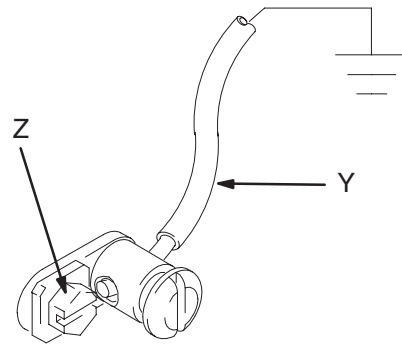

Fig. 1
- **Bomba:** utilice un cable con conexión a tierra y una abrazadera, tal como se indica la Fig. 1.
Utilice un cable y una abrazadera de conexión a tierra. Vea la Fig. 1. Retire el tornillo de conexión a tierra (Z) e introduzca a través del terminal anular situado en el extremo del cable de conexión a tierra (Y). Vuelva a colocar el tornillo de conexión a tierra en la bomba y apriételo firmemente. Conecte el otro extremo del cable a una tierra verdadera. Pida el cable y abrazadera de conexión a tierra, ref. pieza 222011.